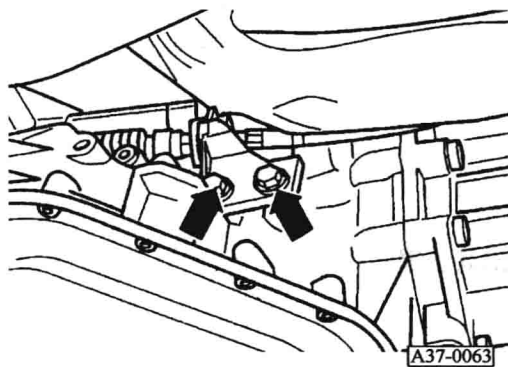

图1-10 拉索调整
⑨换挡拉索调整:
- c)旋开变速器_____,如图1-10所示。